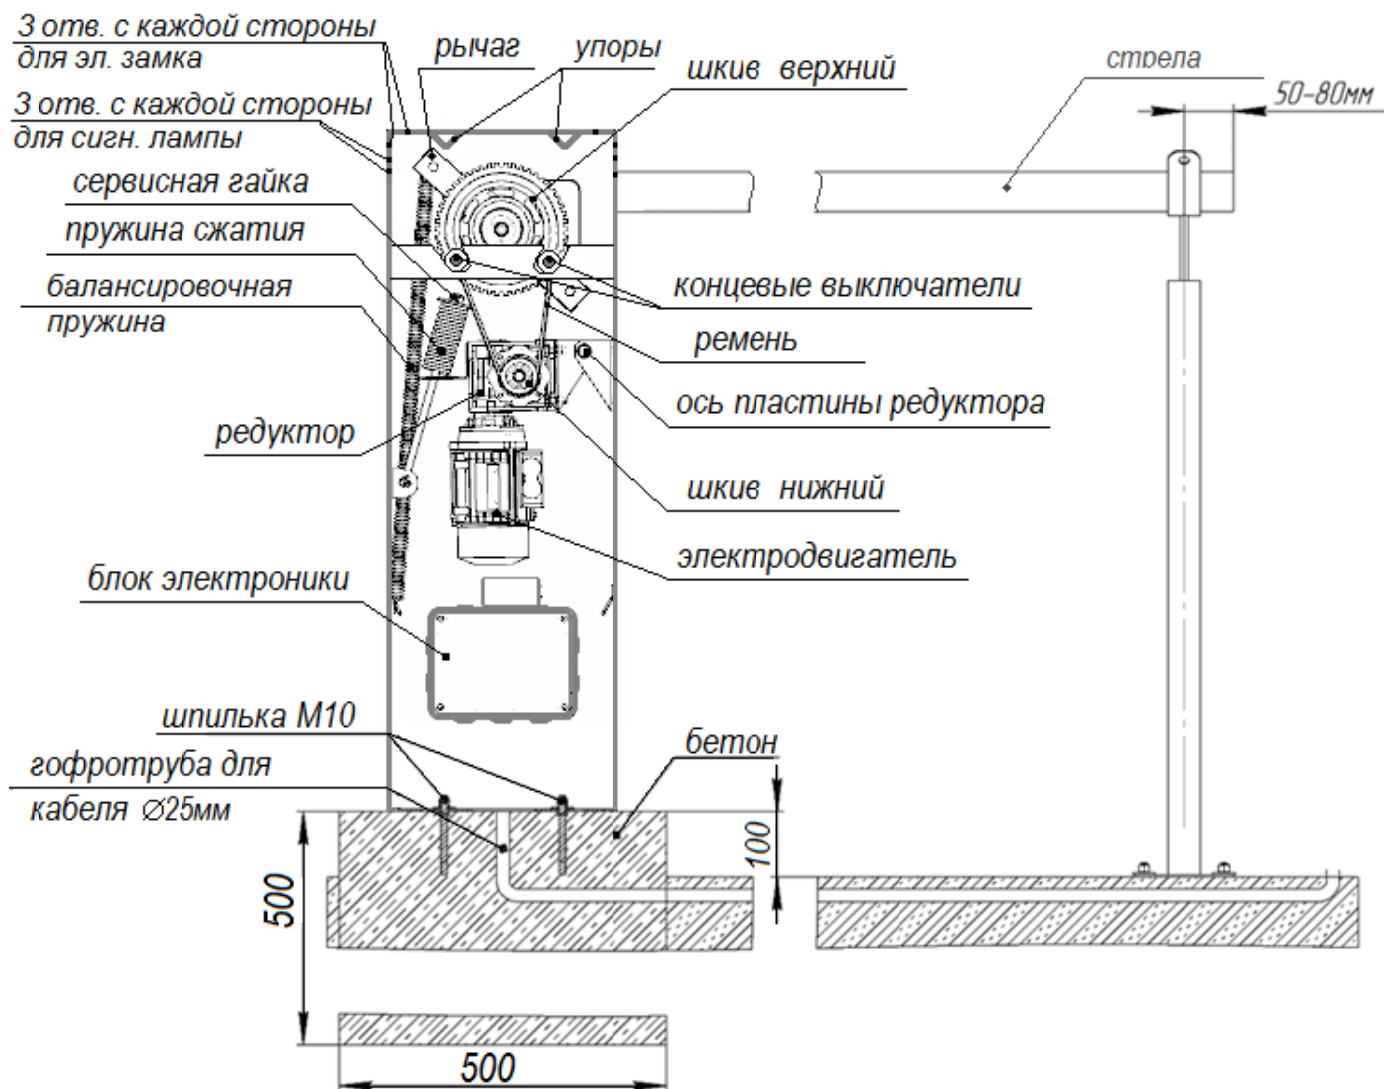

Рисунок 1
Шлагбаум следует установить на фундамент размером 500х500х500 из бетона марки не ниже М400. При заливке необходимо использовать монтажный комплект: монтажную раму и анкера, при этом каждый анкер должен выступать над поверхностью фундамента своей резьбовой частью на высоту не менее 40 мм. Сам фундамент должен выступать над уровнем проезжей части не менее 100мм (см. Рисунок 1, 2)
На производстве шлагбаумы собираются в правостороннем исполнении (если смотреть со стороны крышки тумбы, стрела с права см. Рисунок 1, 2).
- * Переставить балансировочную пружину с левого крепления на рычаге и зацепе на правое крепление (см. Рисунок 1).
Концевые выключатели настраиваются таким образом, чтобы при срабатывании выключателя рычаг останавливался на расстоянии 1-2мм от упоров, расположенных на верхней поверхности корпуса шлагбаума, не касаясь их (см. Рисунок 1).
Сигнальная лампа подключается к разъему X3. Напряжение ~220В. Активируется при движении стрелы шлагбаума. Лампа крепится с боку корпуса шлагбаума (см. Рисунок 1)